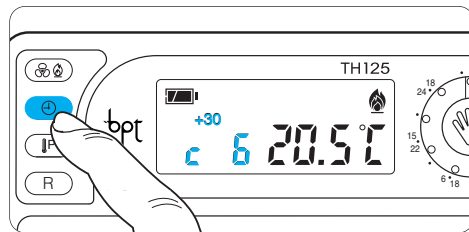

Fig. 46
14.4 - Premere entro 5 s il pulsante ⌚ (fig. 46) per inserire il tempo di ritardo di 15, 30, 45 min o annullare l'impostazione effettuata. Se si desidera, per esempio, avere una temperatura di comfort alle ore 7.00 possiamo attivare l'impianto alle 6.30.